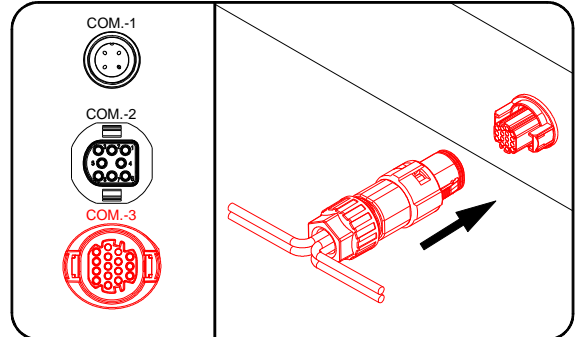

FIG 4-5 Insira o conector no receptáculo
Passo 4: Por fim, insira o conector montado no receptáculo de comunicação multifuncional (COM.-3) do inversor, conforme FIG 4-5.